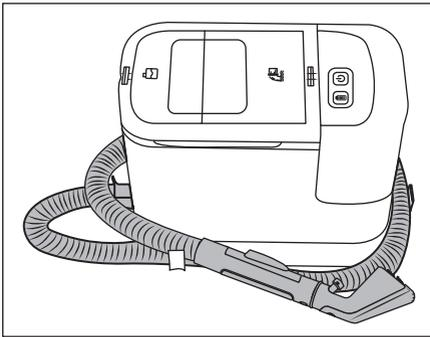

Fig. 10
- i **Indicación:** (1) Vacíe el depósito de agua limpia 2 si no pretende utilizar el aparato durante un tiempo prolongado. (2) Guarde el aparato exclusivamente en un estado limpio. Para ello, consulte la descripción del capítulo **Limpeza y mantenimiento**.
- ◆ Extraiga el soporte para el tubo 15 del aparato. Coloque el tubo de rociado/aspiración 19 alrededor del aparato y utilice para ello los soportes para el tubo 15/16 (consulte la fig. 10).